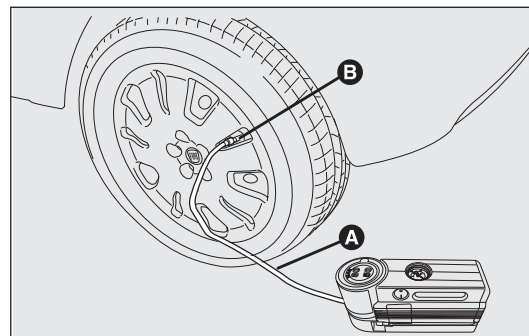

рис. 143
- Введите рычаг стояночного тормоза. Снять колпачок с ниппеля шины, извлечь гибкую трубку наполнения А-рис. 143 и прикрутить зажимное кольцо В на ниппель шины;